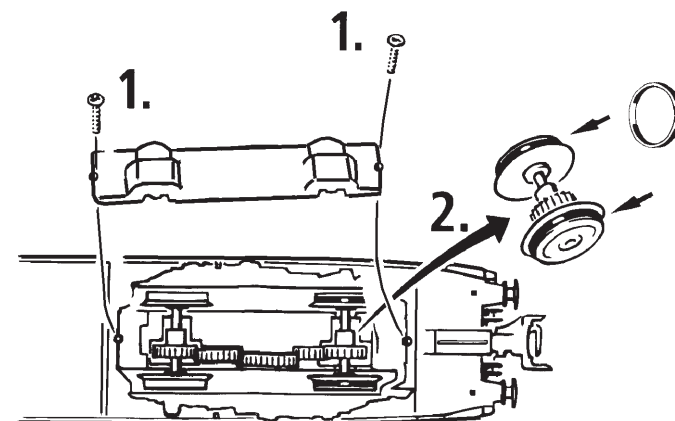

Fig. 9
2. Schmierung: Versehen Sie die im Schmierplan in Fig. 9 gekennzeichneten Stellen mit nur **kleinen Öltropfen**. Dazu zuerst das Lokgehäuse abnehmen (Fig. 4). Wir empfehlen den **ROCO Öler Art.-Nr. 10906**. Fürs Schmieren der Getriebeteile (Zahnräder, Schnecke) empfehlen wir das **ROCO-Spezialfett Art.-Nr. 10905**. Im Falle der Schmierung diese Teile **nicht ölen**.
2. Lubrication: Apply **tiny oil drops** to spots marked in fig. 9. Prior to lubrication dismantle locomotive (fig. 4). We recommend using item no. **10906, Roco oiler**. For lubrication the gearparts (e.g. cogwheels, worm) we would recommend our Roco **special grease** (item no. **10905**).
2. Graissage: N'appliquez **qu'une tout petite goutte** aux endroits indiqués par le plan de graissage (fig. 9) après avoir démonté la caisse de la locomotive (fig. 4). Nous vous recommandons le **graisseur à huile Roco réf. 10906**. Pour graisser les engrenages (roues dentées, vis sans fin) nous vous conseillons la **graisse spéciale Roco réf. 10905** pour engrenages en matières synthétiques. Lorsque vous utilisez cette graisse il faut éviter d'huiler ces composants.
4. Remplacement des balais du moteur: Démontez la caisse (fig. 4). Démontez ensuite le moteur et échangez le balais (fig. 9).